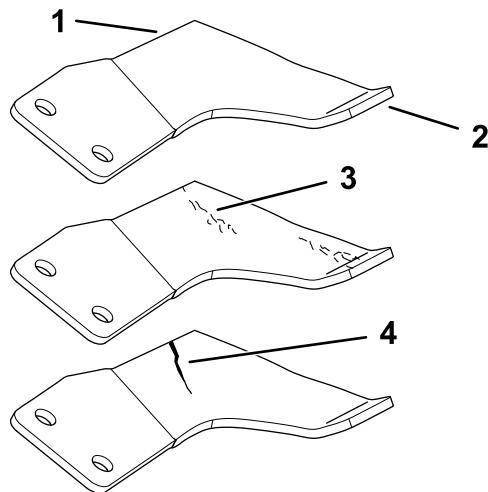

Figura 103
1. Inspecione as extremidades de corte (Figura 103).
4. Se verificar quaisquer fissuras, desgaste, ou a formação de ranhuras nesta área instale imediatamente uma lâmina nova (Figura 103).